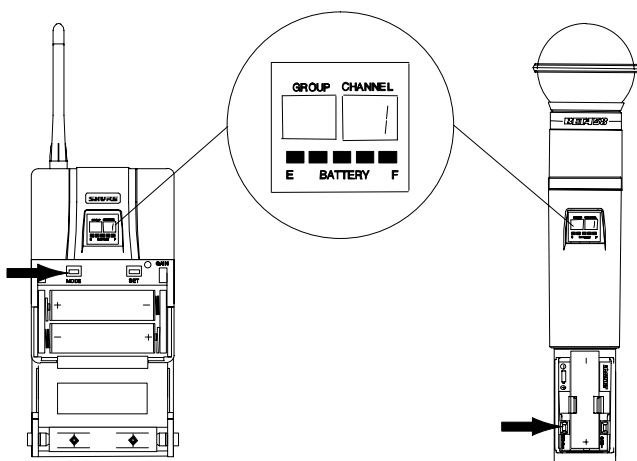

FIGURA 40
- Oprima el botón de MODO nuevamente para hacer que la pantalla sólo indique el número de Canal, como se muestra en la Figura 40.